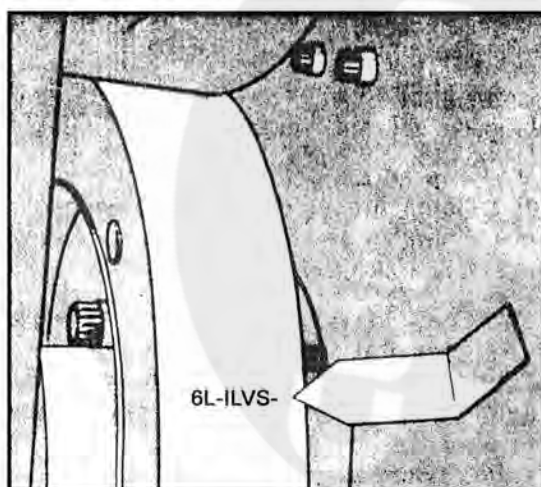

图 2-23 减震器上的“VS”标记
2. 可在减震器上看到“VS”标记时，使正时标记和齿轮室盖上的箭头对准。（图 2-23）。